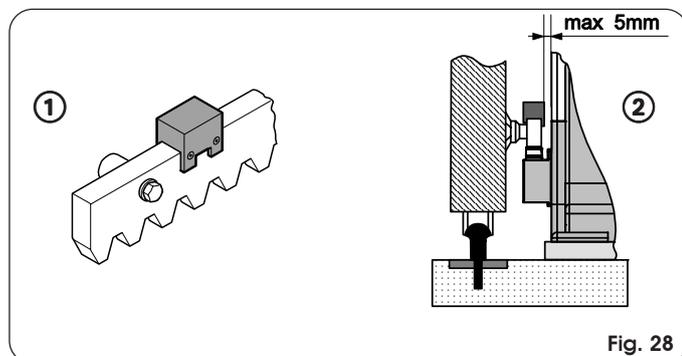

Fig. 28
- Posizionare i magneti sulla cremagliera come indicato in Fig. 28 Rif. ①. Verificare che la distanza fra il magnete e il corpo dell'operatore sia al max. 5mm (Fig. 28 Rif. ②).